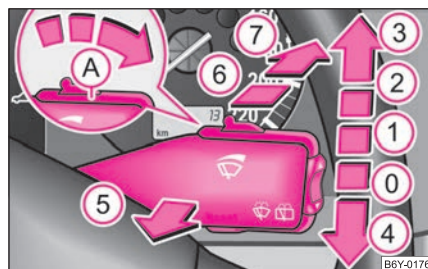

Fig. 42 Manette des essuie-glaces
La manette des essuie-glaces ⇒ fig. 42 peut être mise sur les positions suivantes:
⇒ page 50, fig. 42, l'essuie-glace intervient toutes les 6 secondes.
Les phares sont nettoyés après un lavage sur cinq du pare-brise à condition que les feux de croisement ou les feux de route soient allumés et que la manette des essuie-glaces soit maintenue une 1 seconde environ sur la position ⑤ ⇒ page 50, fig. 42.